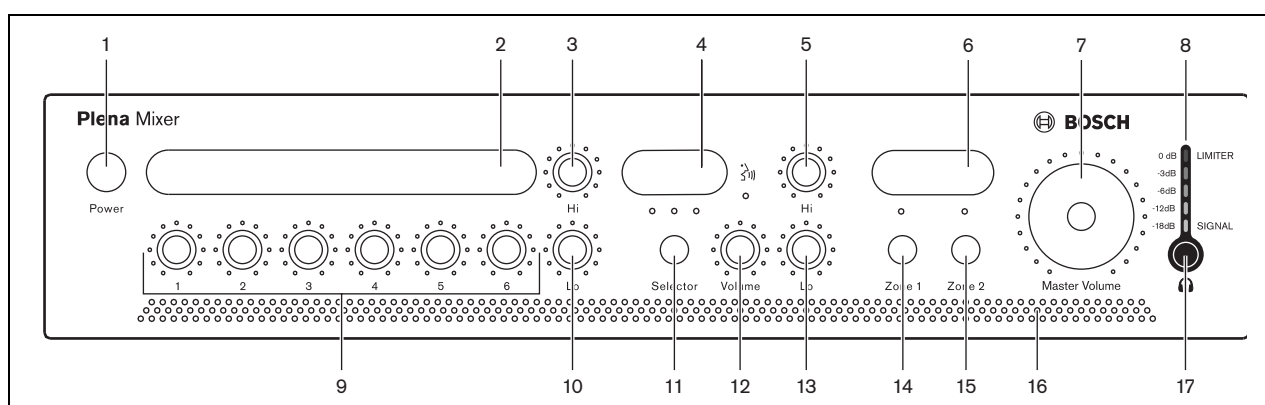

figura 5.2: Painel frontal
- 2 Coloque o botão power (1) na parte dianteira da unidade na posição de ligado - para dentro (consulte a figura 5.2).
Coloque o botão power (1) na parte dianteira da unidade na posição de desligado - para fora (consulte a figura 5.2).
Os utilizadores poderão criar etiquetas personalizadas para: entradas de microfone /linha, descrição das fontes de música e zonas de saída de áudio 1 e 2. Estas etiquetas podem ser afixadas no misturador nas posições números 2, 4 e 6 (consulte a figura 5.2). Poderão também ser colocados pinos coloridos em várias posições à volta dos controlos rotativos para indicar as definições preferidas para uma determinada aplicação.
Utilize os controlos de tom Hi (alto) e Lo (baixo) (consulte a figura 5.2, números 3 e 10) para alterar colectivamente o tom das entradas de microfone/linha 1 a 6.
Utilize os controlos de tom Hi (alto) e Lo (baixo) (consulte a figura 5.2, números 5 e 13) para alterar o tom da fonte de música seleccionada.